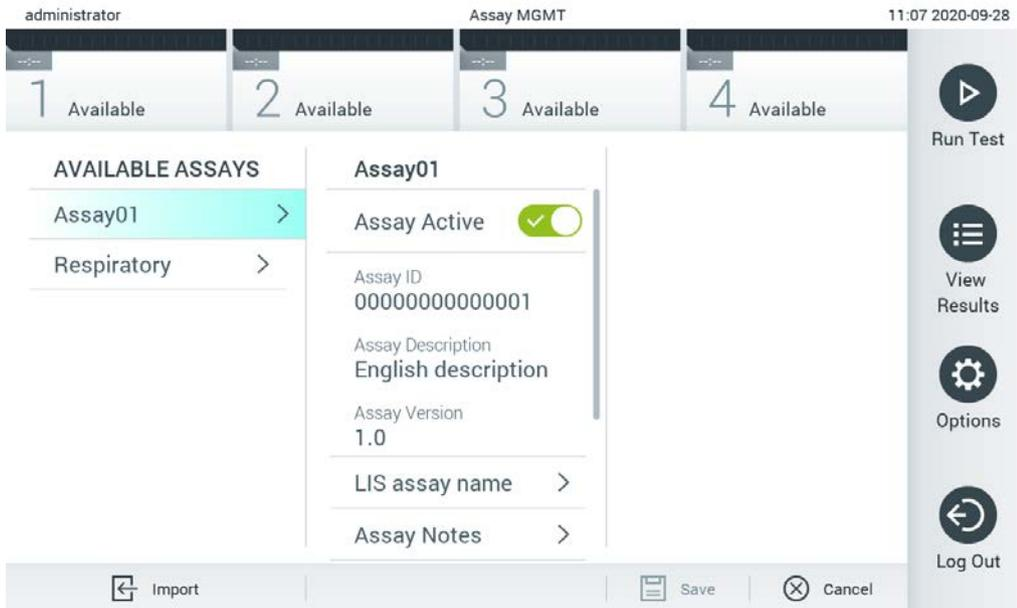

Figure 67. Activation du dosage.
- Remarque :** Si des échantillons de contrôle externe (EC) sont liés à un dosage qui est écrasé par une nouvelle version, l'échantillon EC est réinitialisé et doit être reconfiguré. Pour plus d'informations, reportez-vous à la section 6.6.
7. Le dosage devient actif si vous sélectionnez Assay Active (Dosage actif) (figure 67).